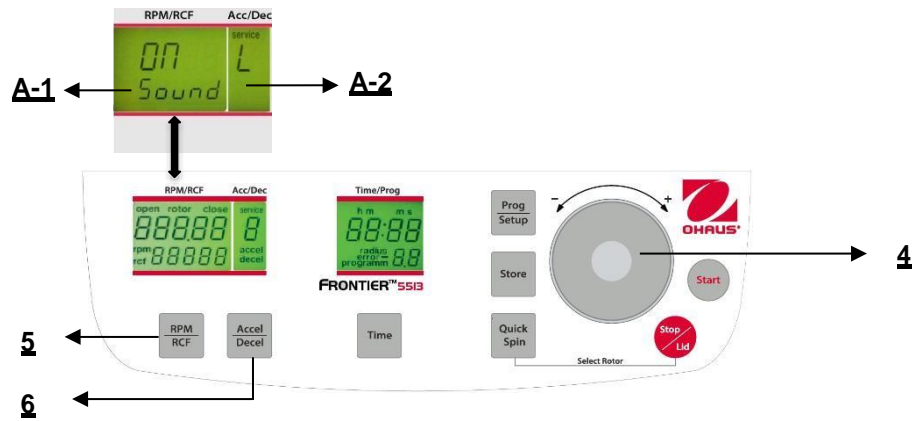

Figura. 30
Proceda como se describe en el punto 4.1.2 para ingresar en este modo de programa y luego presione el botón "**Accel/Decel**"(6). En la pantalla "**Acc/Dec**" (A-2) destella la palabra "**Service**". Ahora seleccione la letra "**L**" con el dial de ajuste (4). Como resultado, aparecen las palabras "**On Sound**" en la pantalla "**RPM/RCF**" (A-1). Si presiona el botón "**RPM/RCF**" (A-1) ahora, destella la palabra "**On**" y puede apagar el sonido con el dial de ajuste (4) (vea la Figura 30).